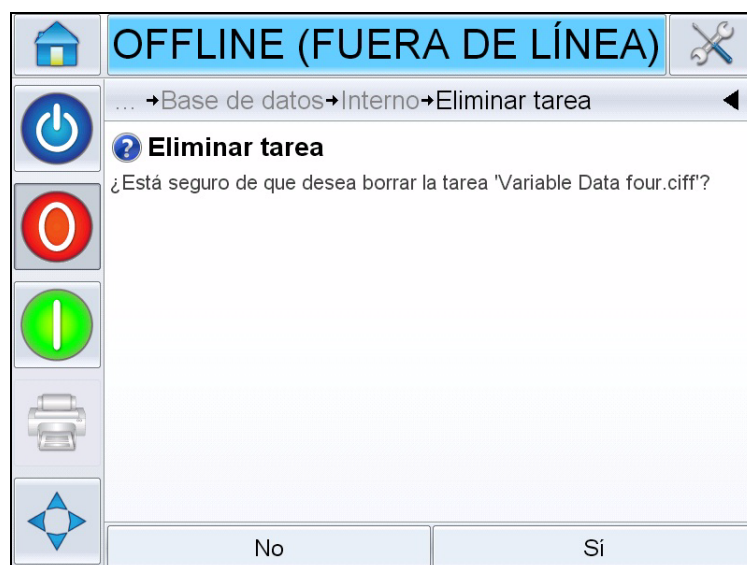

Figura 6-14: Pantalla de confirmación
- 6 Confirme el trabajo que desea eliminar (consulte la Figura 6-14).